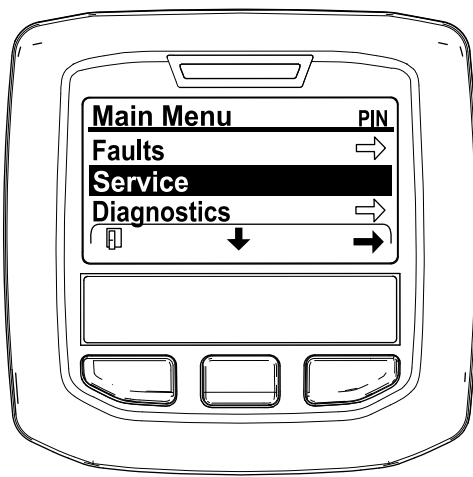

Figura 45
2. Desde el menú PRINCIPAL, pulse el botón central para desplazarse hacia abajo hasta el menú SERVICE (Servicio) y pulse el botón derecho para seleccionar la opción SERVICE (Servicio) (Figura 45).